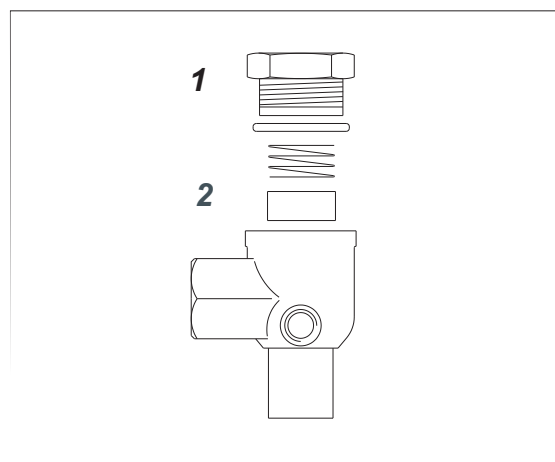

Fig.4
d) La válvula de retención pierde. Desmonte el tubo flexible para comprobar si sale aire de la válvula (Fig. 4 pos.1), limpie atentamente el tapón de goma (pos.2) y su alojamiento con un paño seco y monte de nuevo todo con sumo cuidado. Si la pérdida continúa, sustituya toda la válvula..